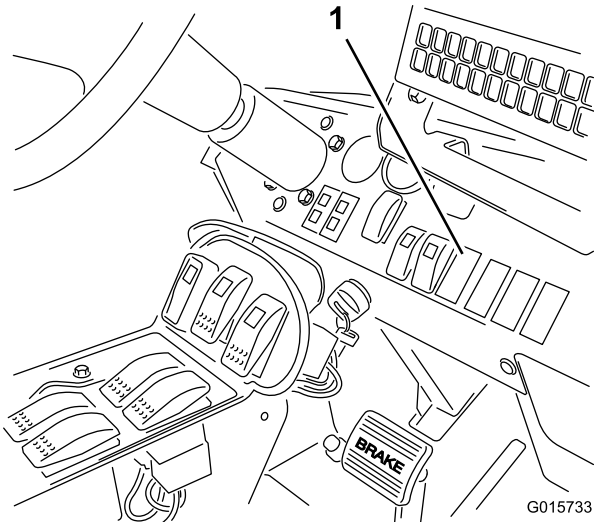

Figure 21
2. Retirez le cache à l'emplacement du commutateur sur le tableau de bord, illustré à la Figure 21.